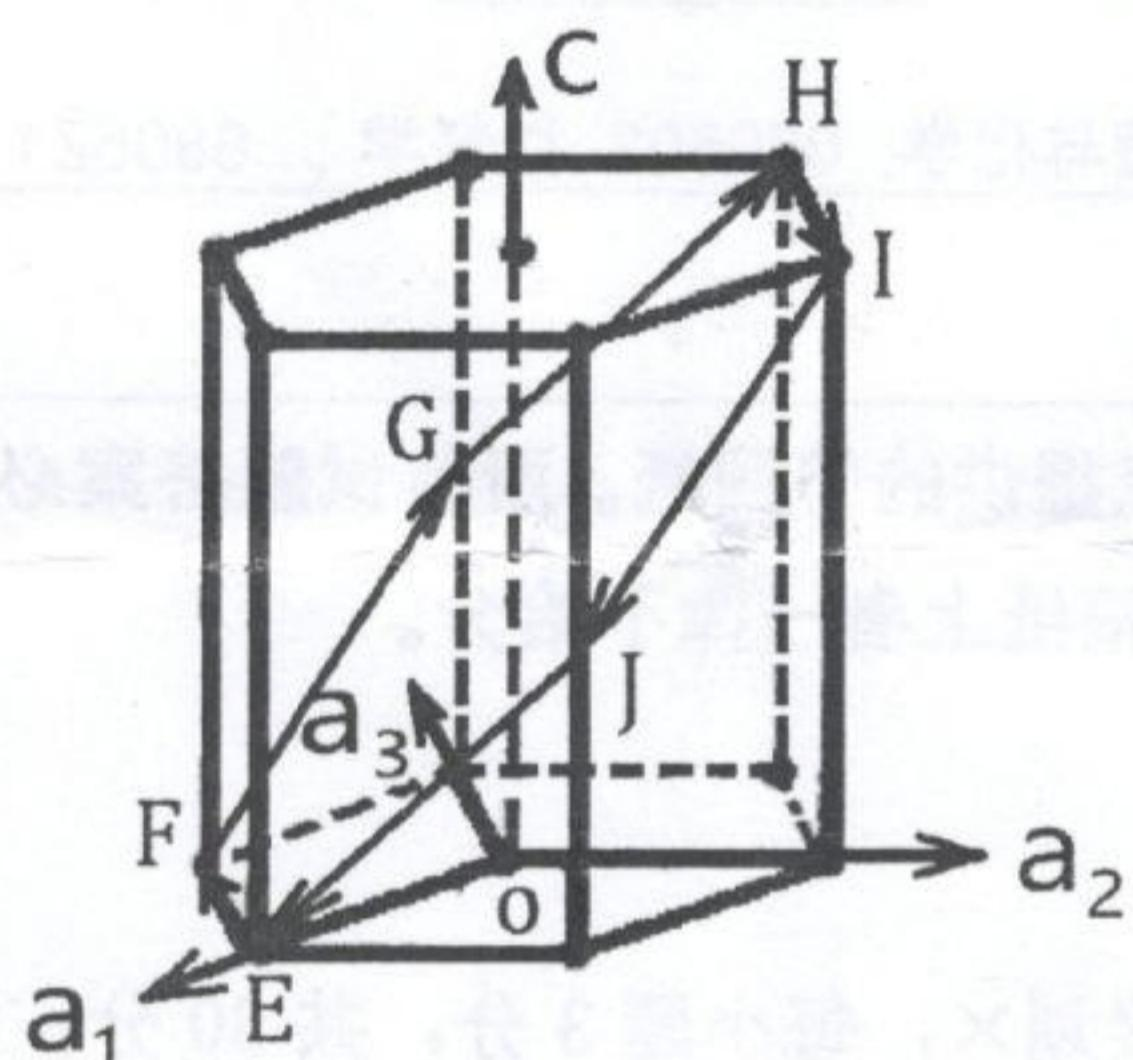

图1. 第1题图
1. (20分) 写出图1所示六方晶胞中EFGHIJE晶面、EF晶向、FG晶向、GH晶向、HI晶向、IJ晶向、JE晶向的米勒指数。